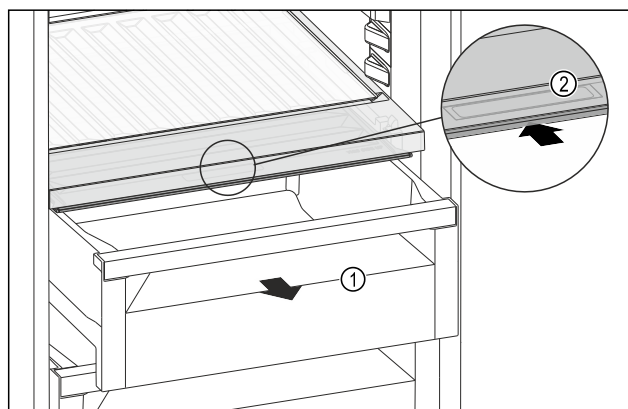

Fig. 263
- Dra ut utdragslådan Fig. 263 (1).
- Ta tag i fördjupningen Fig. 263 (2) på facklocket och skjut samtidigt facklocket bakåt.